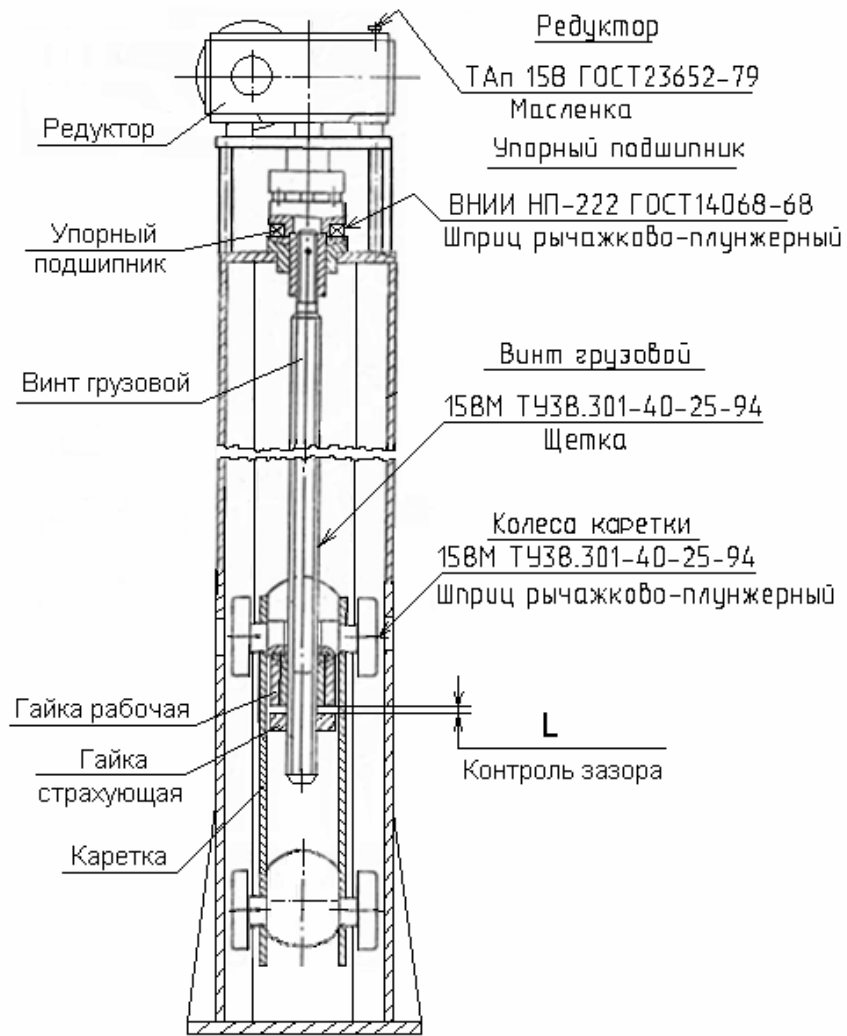

Рис. 5. Стойка подъемника ПС-15. Карта смазки.
- проверить зазоры L (см. Рис.5) между страхующей и рабочей гайками во всех стойках (см. п. 5.16). Результаты замеров зафиксировать в таблице № 3.
- произвести смазку стоек подъемника в соответствии с картой смазки (см. Рис. 5).